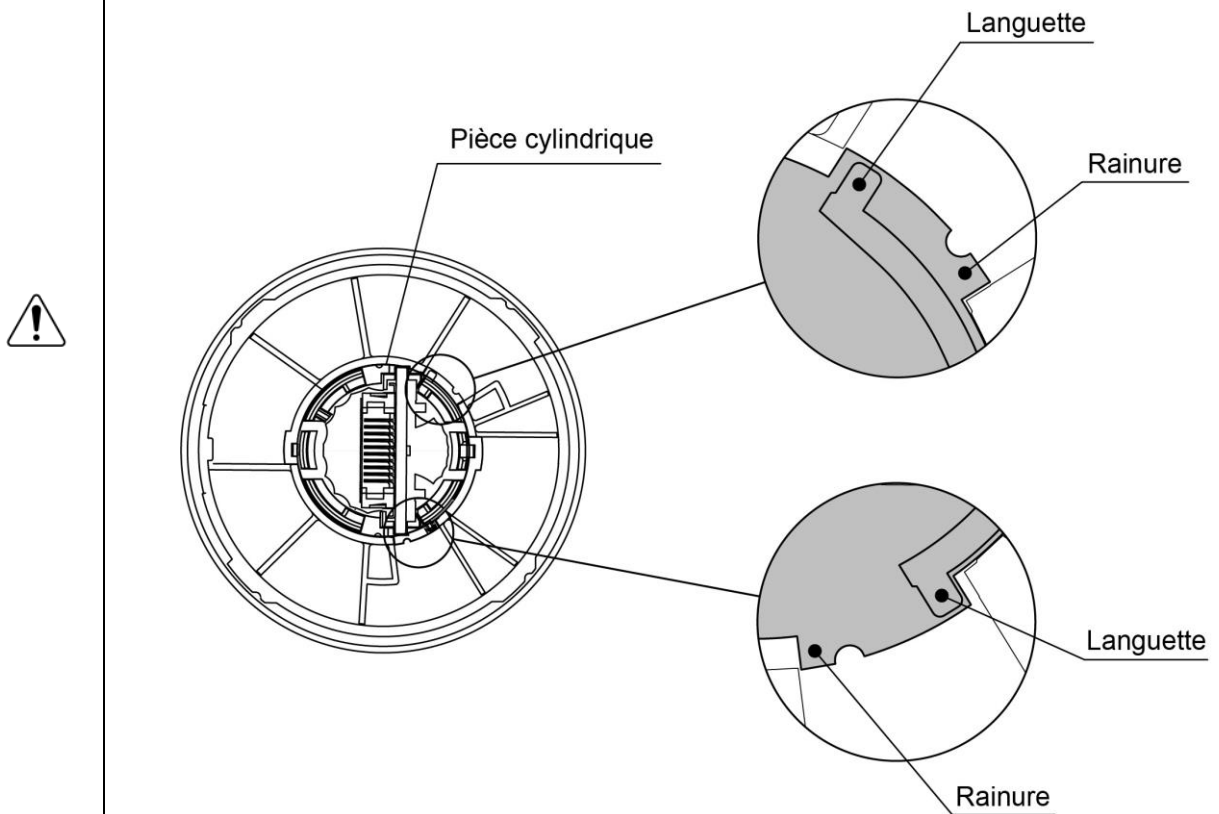
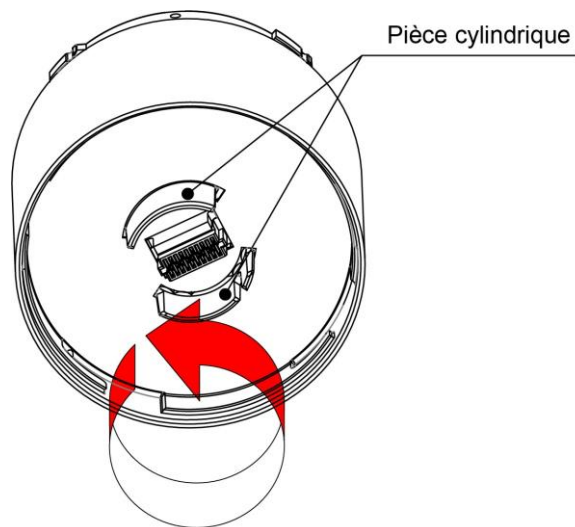

Figure 1
Figure 2
- ◇ Si une unité DEL ne se fixe pas correctement à ce produit, s'assurer que la languette de la pièce cylindrique en haut de l'unité DEL est bien fixée dans la rainure. Si la languette se trouve à l'extérieur de la rainure, tel qu'illustré dans la Figure 1, consulter la Figure 2 pour connaître comment la repositionner. De plus, selon la façon dont elle est retirée, la languette pourrait sortir de la rainure (comme illustré dans la Figure 1) lors du démontage de l'unité DEL de ce produit. Si le produit est fixé à nouveau pendant que la languette est dans cet état, il pourrait être endommagé.
- Dans le centre du dessous du produit, tourner la pièce cylindrique dans le sens inverse des aiguilles d'une montre. (Voir  Figure 2)